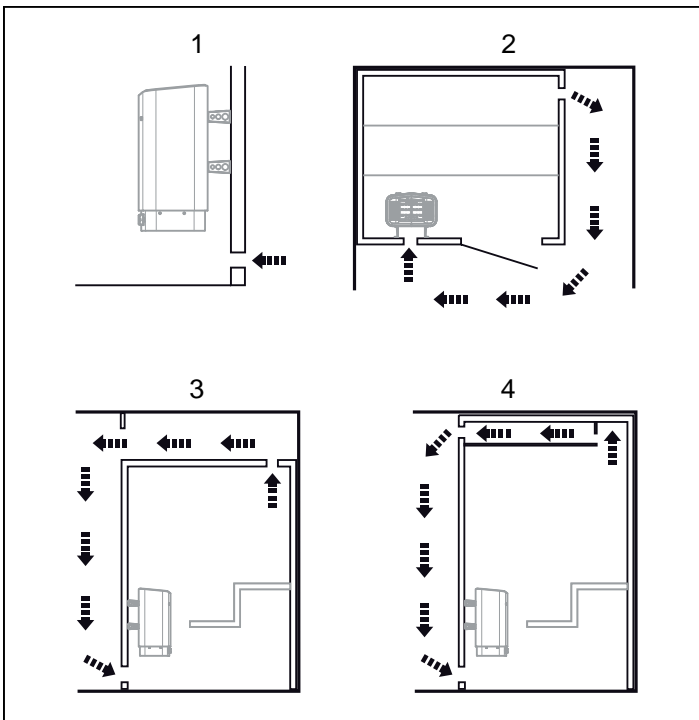

Рисунок 7: Установка впускного и выпускного клапана
- с максимальным расстоянием до впускного клапана, например, по диагонали (см. рис. 7);
- высоко на стене или на потолке (см. рис. 7);
- Закройте крышку и закрутите винты (см. рис. 7, страница 27).